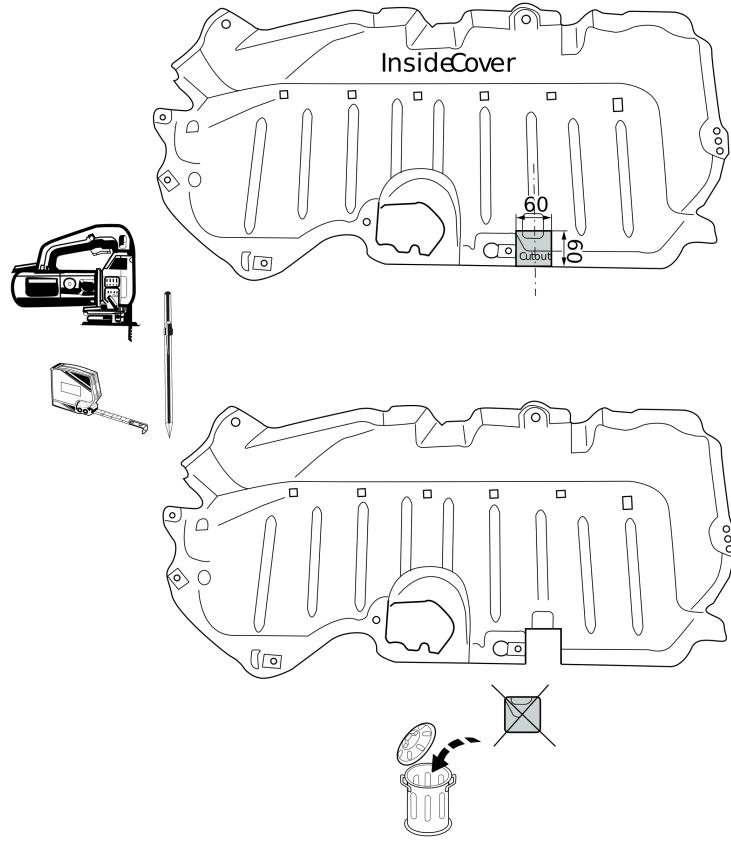

Fig. 3
- Выпилить часть из пластмассового защитного колпака в середине снизу, как указано на рис. 3.